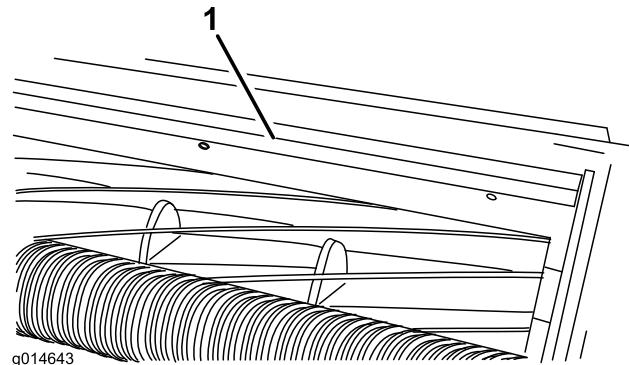

Bild 19
1. Lockern Sie die Schrauben, mit denen die obere Leiste an der Schneideeinheit befestigt ist (Bild 19).